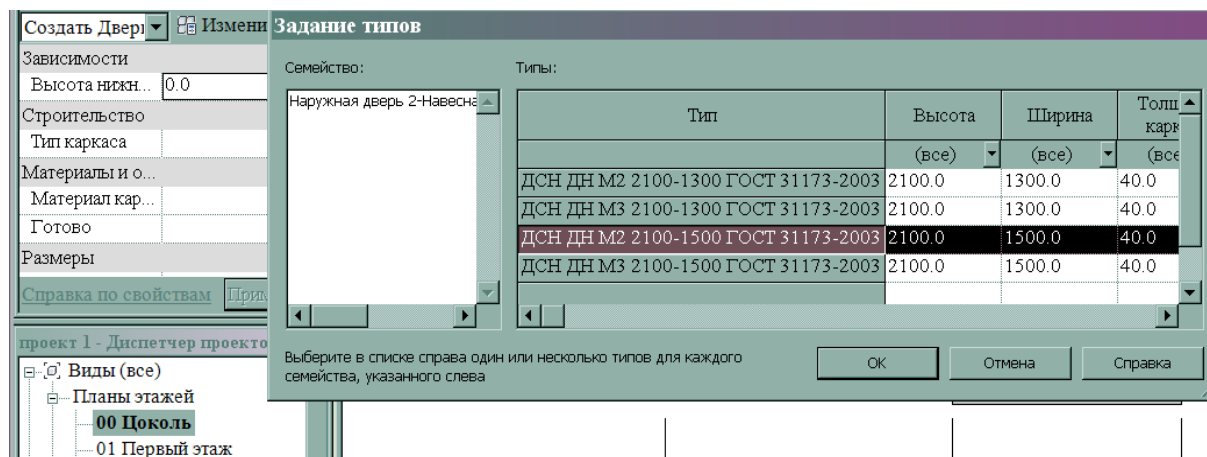

Рис. 77
4. Задать тип двери (рис. 77).